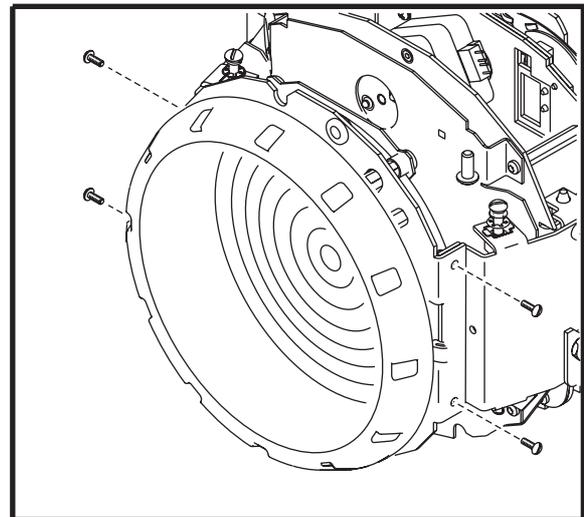

Bild 9: Entfernen der Frontlinse
- Siehe Bild 9. Halten Sie die Frontlinse fest und lösen Sie die vier Schnellverschlüsse. Entfernen Sie das Linsenmodul.